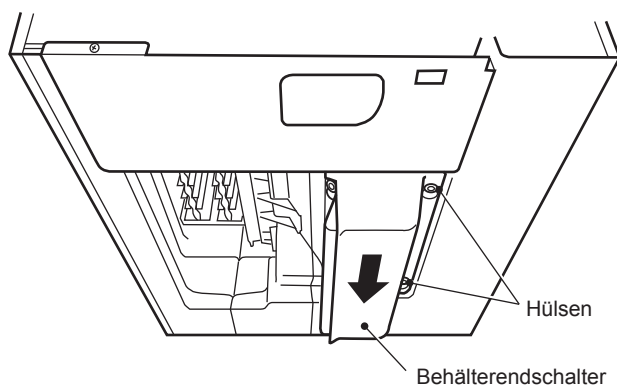

**Abb. 3**
- 6) Wassertank, Würfelführung, Pumpenmotorträger, Pumpenmotor und Schwimmerschalter zusammen herausziehen. Siehe Abb. 3.